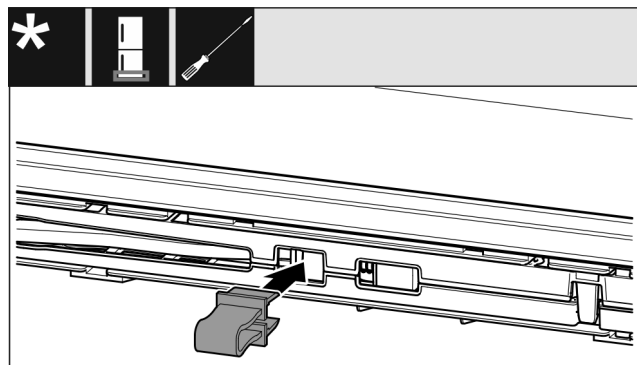

Fig. 14
- Uglavite osigurač u otvor. (pogledajte Fig. 14)